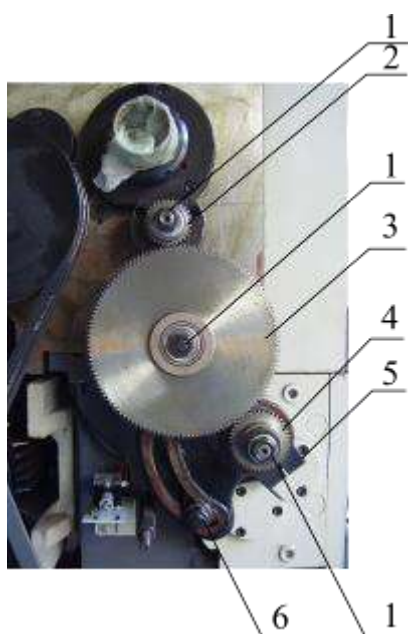

Рисунок 16.
**Замена шестерен гитары подач (см. рис. 16):**